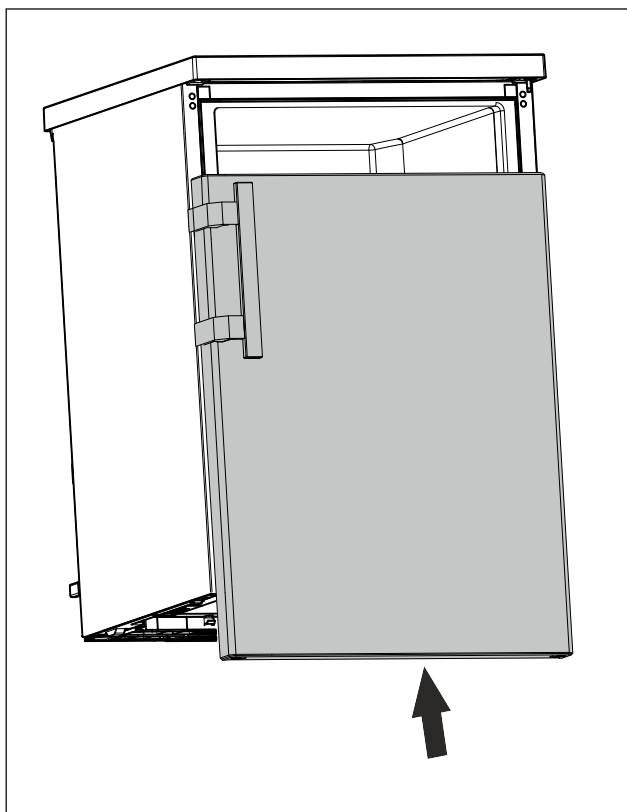

Fig. 19
- Lükake uks suletud seisundis ülemisele poldile. (vt. Fig. 19)